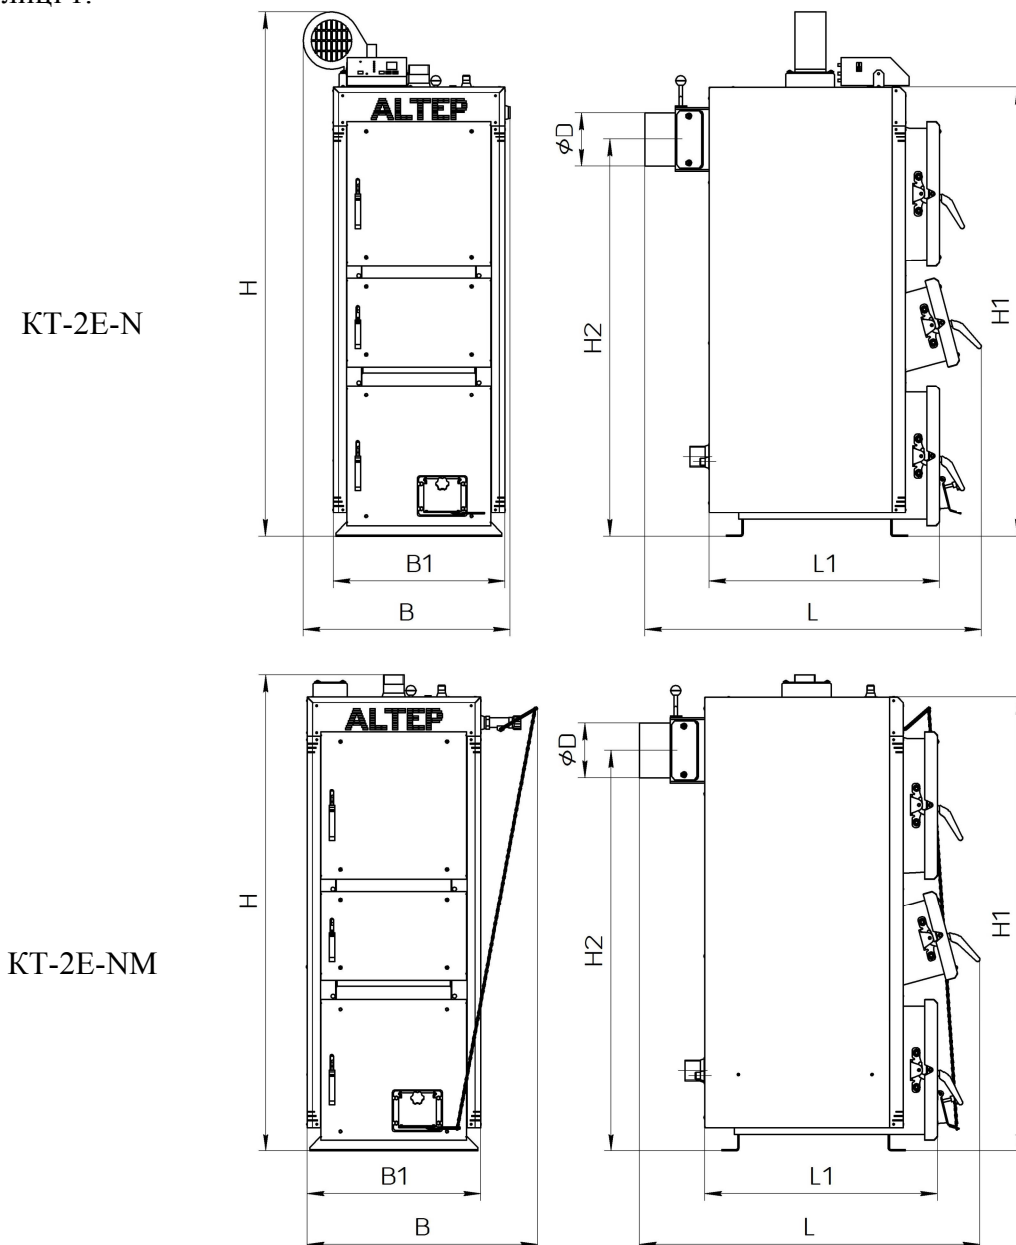

Рисунок 1 – Габаритне креслення котла типу КТ-2Е-Н (NM)
Основні технічні характеристики котлів типу КТ-2Е-Н (NM) (рисунок 1) наведені в таблиці 1.